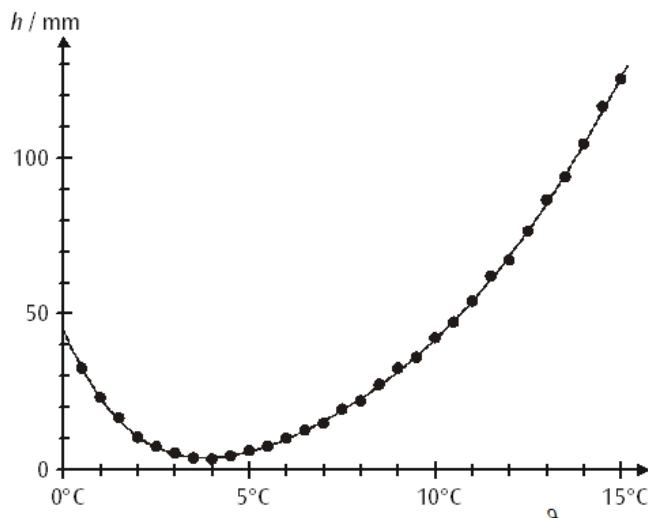

Fig. 3: Altezza di salita h in funzione della temperatura θ
La fig. 3 mostra la rappresentazione grafica dei valori della tabella 1. Con l'estrapolazione si calcola l'altezza di salita h dell'acqua nel tubo montante a 0°C . Sulla base dei dati presenti si ottiene $h(0^{\circ}\text{C}) = 44,7 \text{ mm}$. È ora possibile calcolare la densità relativa dell'acqua con la formula (3).